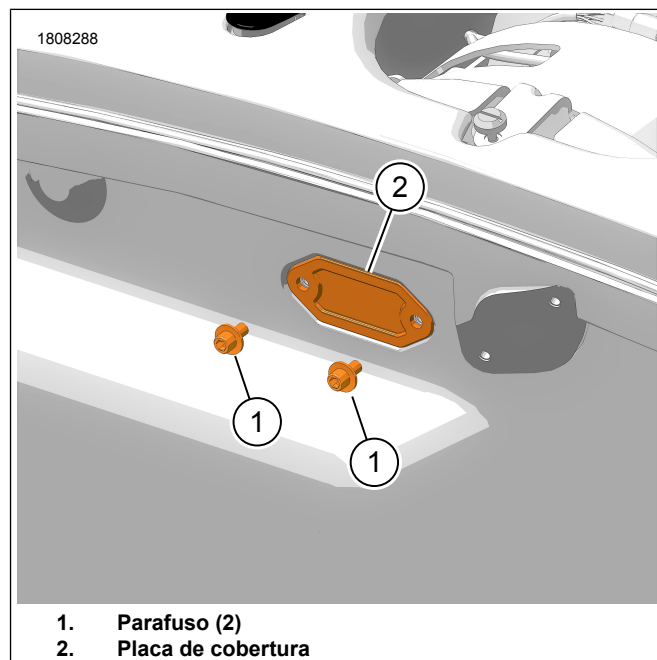

Figura 2. Placa de cobertura
1. Figura 2 Remova e descarte os parafusos (1) e a placa de cobertura (2).